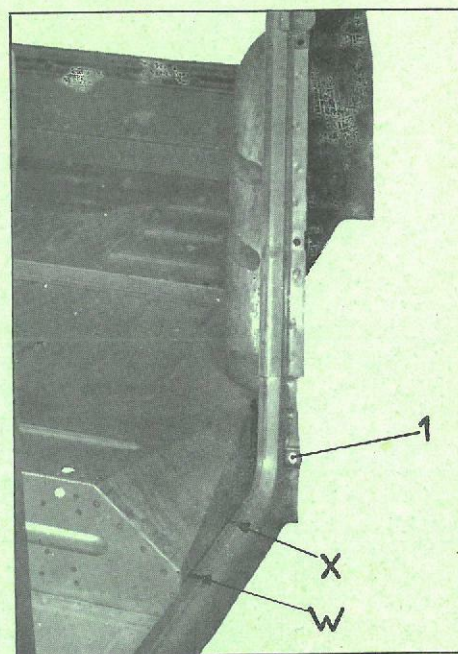

Fig. 6
- WX (fig. 6)
9. Souder le pontet de fixation d'aile AR (1) (fig. 6).